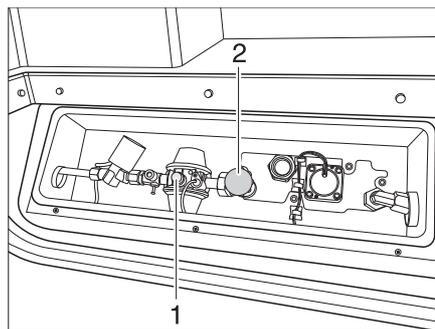

Bild 90 Gastankarmatur
- Absperrventil (Bild 90,2) gegen den Uhrzeigersinn lösen. Wenn Absperrventil vollständig geöffnet ist, den Absperrventil wieder eine halbe Umdrehung im Uhrzeigersinn zurückdrehen.
- Den grünen Entsicherungsknopf (Bild 90,1) des Crash-Sensors mehrere Sekunden eindrücken.